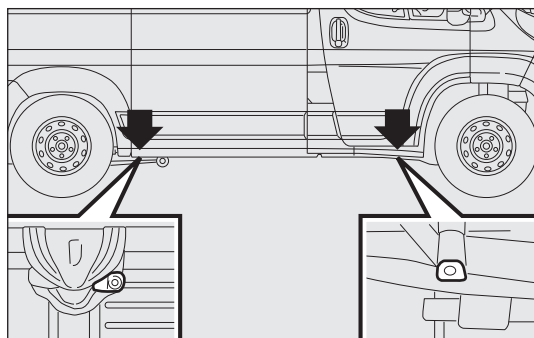
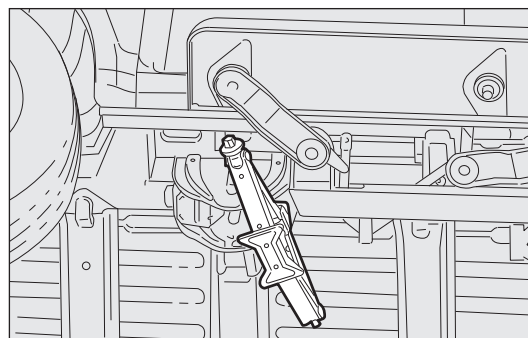

fig. 159
fig. 160
- fixer le cric au niveau du support de levage le plus près de la roue à changer aux points indiqués dans la fig. 159. Pour les versions à empattement court avec marche-pied escamotable, le cric doit être placé sur le point de levage indiqué dans la fig. 160 orienté (45°) de façon à ne pas interférer avec le marche-pied escamotable;